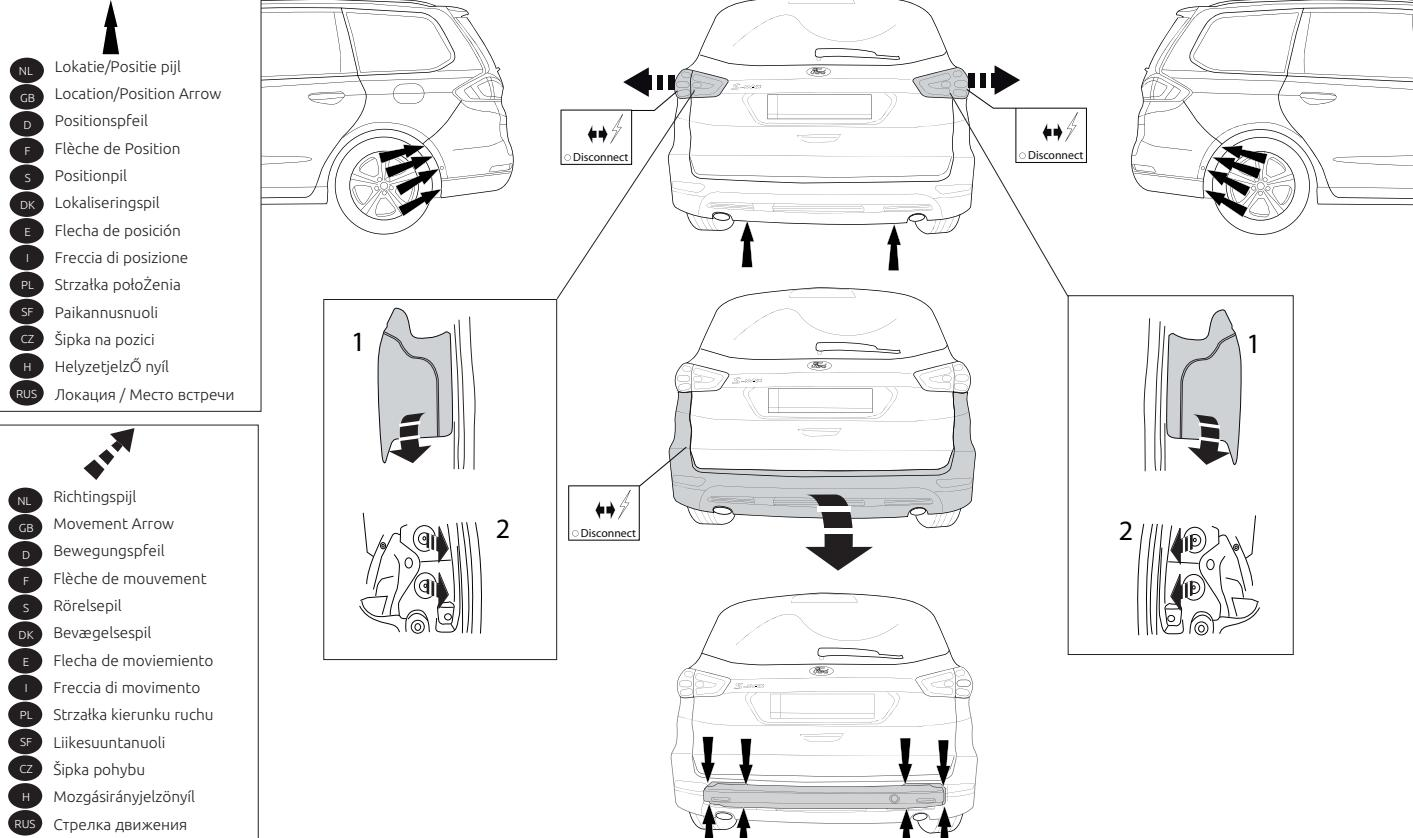

Fig.1
3. Снять оба блока задних фар. Снять бампер вместе со стальным буферным бруском автомобиля; буферный брус больше не понадобится. Поставить болты на место. См. рисунок 1.
12. Замените элемент, снятый на шаге 1-4, кроме стального бампера. См. рисунок 1 и 2.